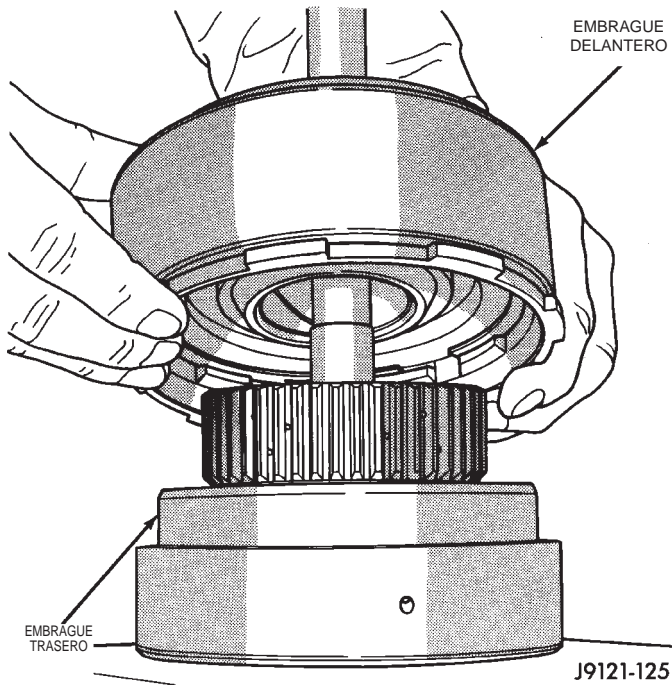

Fig. 76 Separación del embrague delantero del embrague trasero
(19) Levante el embrague delantero para extraerlo del trasero (Fig. 76). Deje a un lado las unidades de embrague para someterlas a una revisión general.